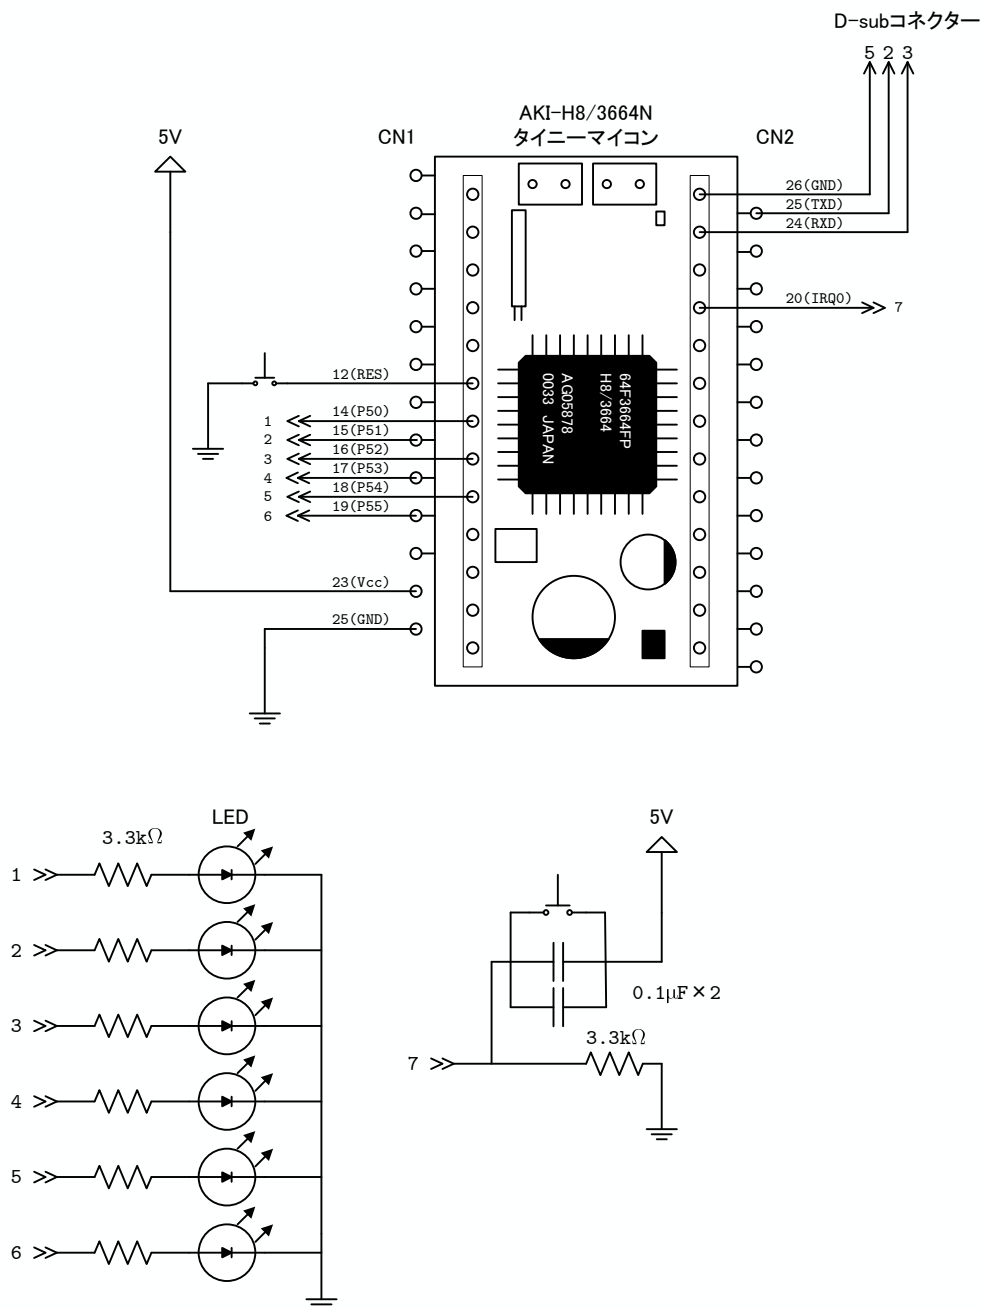

図 11: スイッチによる割り込み (IRQ0) 実験回路
1. 図 11 のような回路をブレッドボード上に作成する。ただし、まだ電源は接続しない。